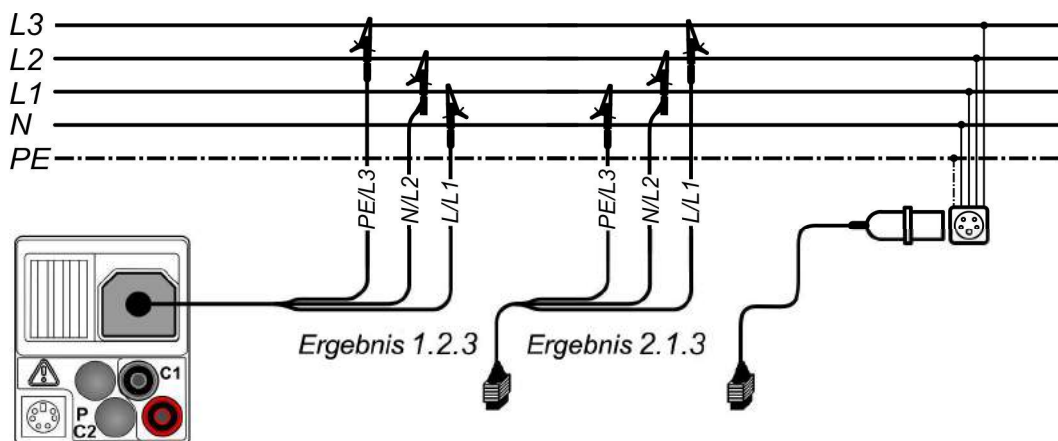
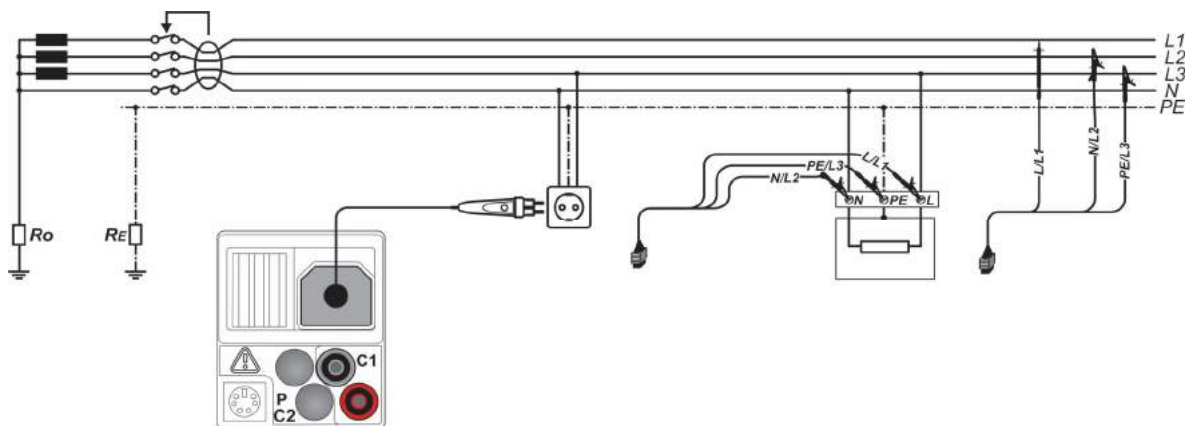

Abbildung 5.2: Anschluss der 3-Leiter-Prüfleitung und des optionalen CEE-Messadapters (044148) im Dreiphasensystem
Abbildung 5.3: Anschluss des optionalen Commander-Prüfsteckers (044149) und der 3-Leiter-Prüfleitung im Ein-/Dreiphasensystem
- ❑ Kontaktieren Sie die Prüflleitungen an das Prüfobjekt (siehe Abbildung 5.2 und Abbildung 5.3).